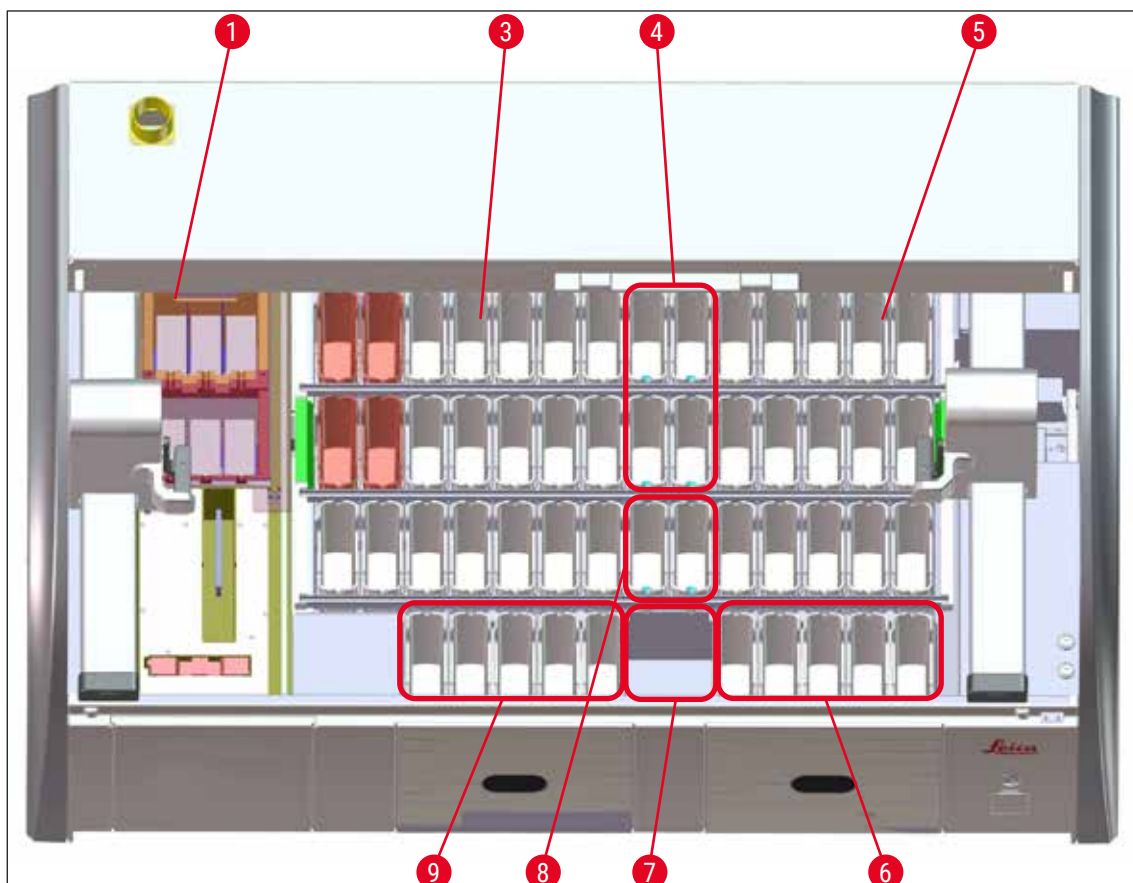

Рис. 65
- Дублированные станции должны располагаться на одной стороне области кювет (→ "Рис. 40") (→ "Рис. 65"), в противном случае адаптированную систему кювет не удастся сохранить.
- На (→ "Рис. 65") представлен обзор различных станций в области кювет.